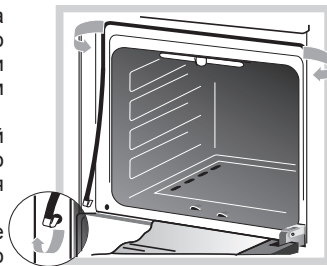

Рис. 14
- Когда моете духовку, будьте аккуратны - не повредите резиновое уплотнение. Его можно снять, вынув скобы из отверстий (рис. 14).